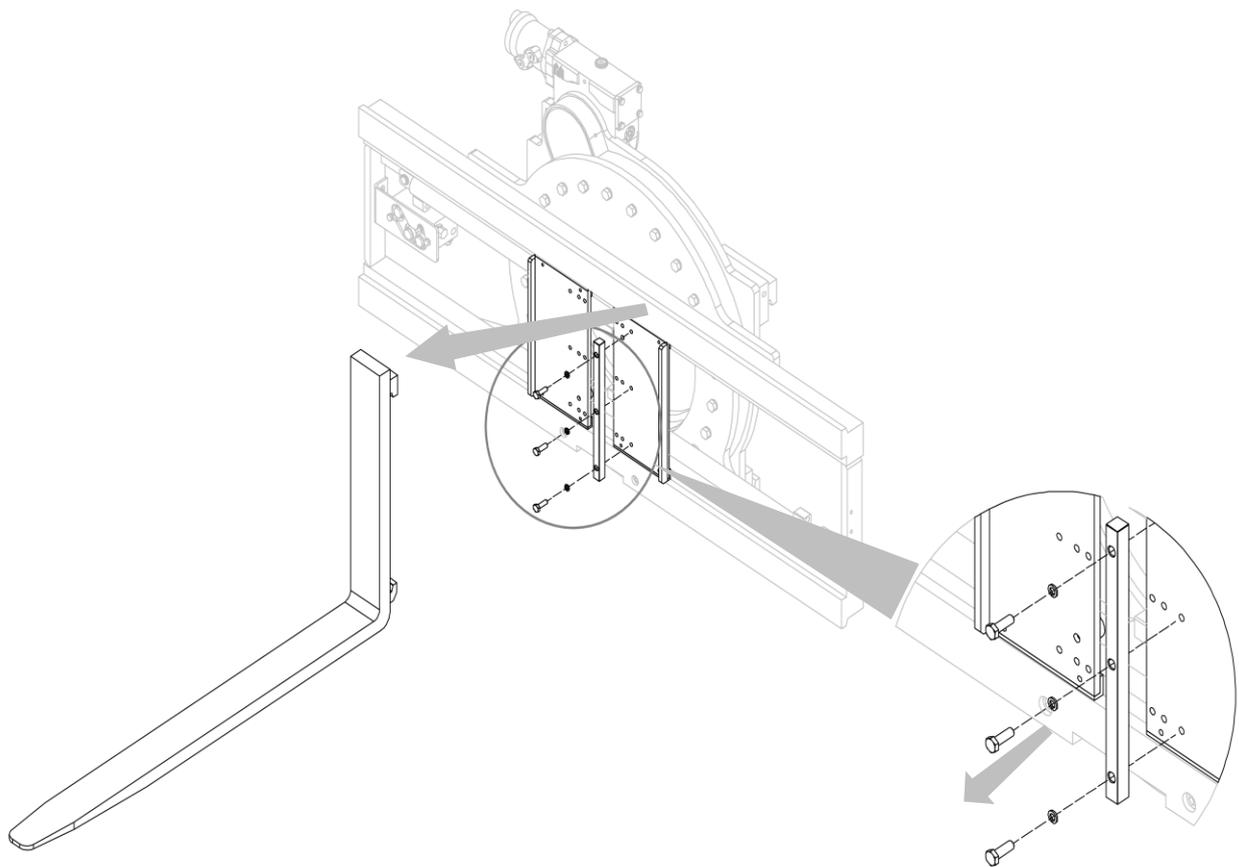

Figura 30
2. Retire las horquillas después de quitar los topes correspondientes (mira *Figura 30*).